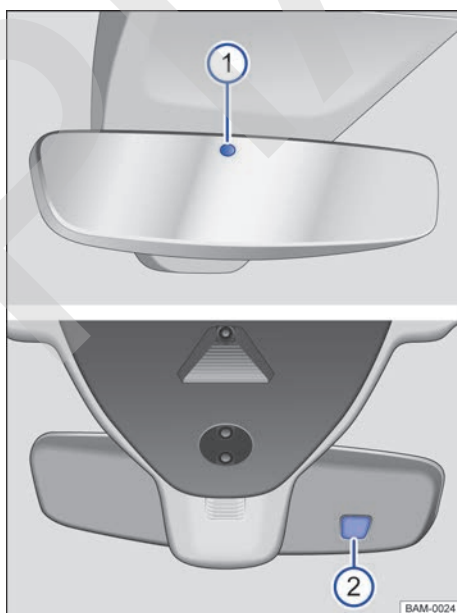

Fig. 112 En el parabrisas: retrovisor interior antideslumbrante automático.
Con el encendido conectado, los sensores miden la incidencia de la luz por detrás → fig. 112 ① y por delante ②.